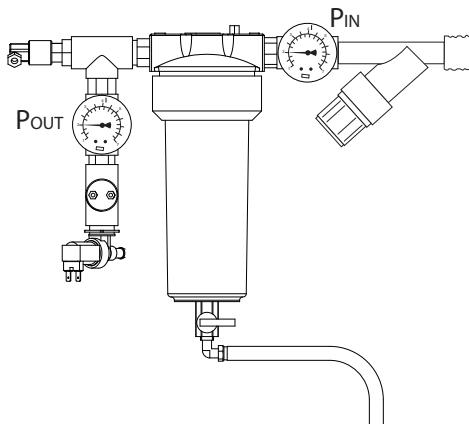

Fig. 1.a
Die Filterkontrolle muss monatlich erfolgen. Der Austausch des Filters 9" (Fig. 1.c) ist hingegen nur erforderlich, wenn die Druckdifferenz zwischen den beiden Manometern in Fig. 1.a > 0,5 bar beträgt.
- Den Filter entleeren: Den unteren Hahn des Filters öffnen und den oberen Sperrverschluss betätigen, um den Filter vollständig zu entleeren (Fig. 1.b).